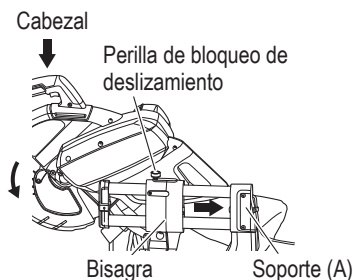

Fig. 49
Baje el cabezal e inserte el pasador de bloqueo (consulte la página 85, "6. Liberación del pasador de bloqueo"). También atornille la perilla de fijación de la corredera de manera que la bisagra quede en una posición tal que pueda golpear el soporte (A) y asegurar el cabezal. (Fig. 49)